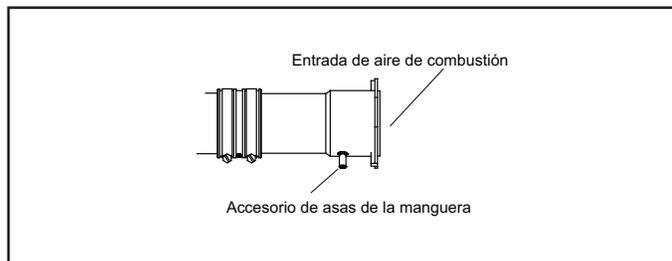

FIGURA 28
- 1 - Use los materiales proporcionados en el sitio y la pantalla de entrada de aire suministrada en la fábrica, tal como se muestra en la Figura 28 o 29. Mantenga un espaciado mínimo de 3" (76 mm) alrededor de la abertura de entrada de aire. La abertura de entrada de aire (con pantalla protectora) siempre debe dirigirse hacia adelante o a cualquier costado en la posición de flujo ascendente, y ya sea de forma recta hacia afuera o hacia abajo en la posición horizontal. La tubería de entrada de aire no debe terminar demasiado cerca del piso o de una plataforma. Asegúrese de que la toma de aire de entrada no sea obstruida por aislamiento suelto u otros artículos que pudiesen tapan la pantalla de residuos.